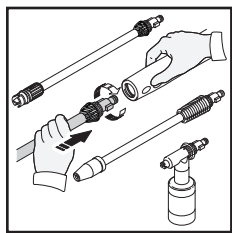

Fig. 6
- Mientras el fusil de rocío está en la posición cerrada, inserte la lanza turbo, la lanza ajustable de rocío, o la botella de detergente directamente en el fin del fusil de rocío insertando y empujar juntos y girando a la derecha simultáneamente (Fig. 6). Para quitar empujón juntos y la vuelta contra a la derecha Empuja el botón de seguro para cerrar el disparador en el fusil de rocío al cambiar el tanque de lanzas o detergente, para asegurar que ellos no expulsan accidentalmente con fuerza durante eliminación.